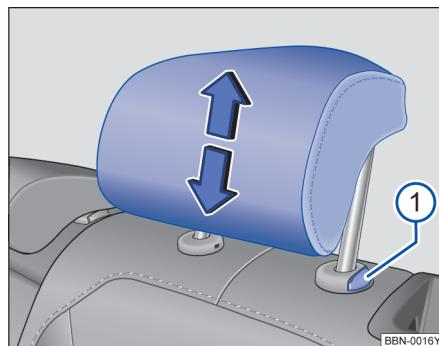

图 63 调整后排头枕
- 按住按钮→图 63①，同时沿箭头方向上推或下压头枕即可将头枕调整至合适高度→▲。